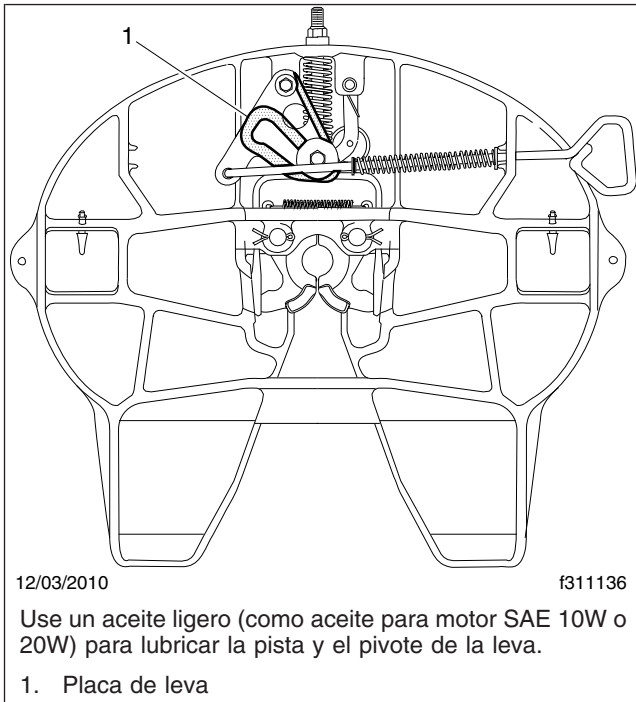

Figura 9, Lubricación con aceite de la quinta rueda Holland FW35
2. Use un aceite ligero (como aceite para motor SAE 10W o 20W) para lubricar la pista y el pivote de la leva. Vea la **Figura 9**.